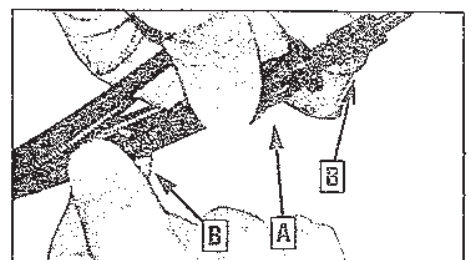

Figure 5-13: Ajustement du câble d'entraînement.
4. La différence entre les deux mesures doit être d'environ 1/4". Procédez à un nouveau réglage si ce n'est pas le résultat obtenu. L'extension du ressort est ajustée avec un dispositif de réglage de câble (Q, Figure 3-1) sur le câble d'entraînement des roues. Pour procéder au réglage, maintenez le tendeur (A, Figure 5-13) tout en tournant chaque dispositif de réglage (B, Figure 5-13) en les éloignant du tendeur d'un 1/2 tour chacun.